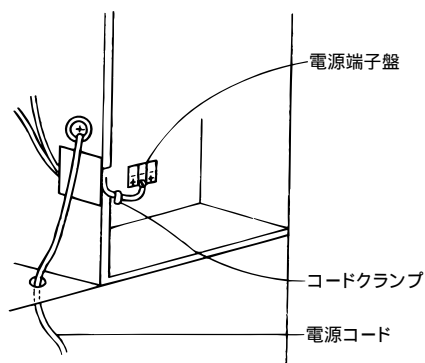

図1
- (3) MD-25TF₂-F(L), 40TF₁-F(L), 60TF₁-F(L)形は図1のように前パネルとドレンタンクをはずして電源端子盤に電源線を接続してください。